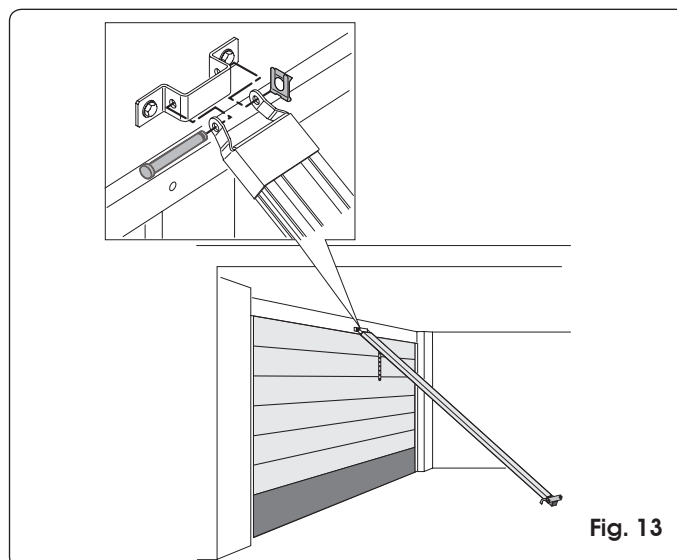

Fig. 13
- 7) Sollevare la guida dall'attacco anteriore ed assemblare quest'ultimo con la staffa di fissaggio utilizzando l'apposita vite passante ed il dado (Fig. 13).